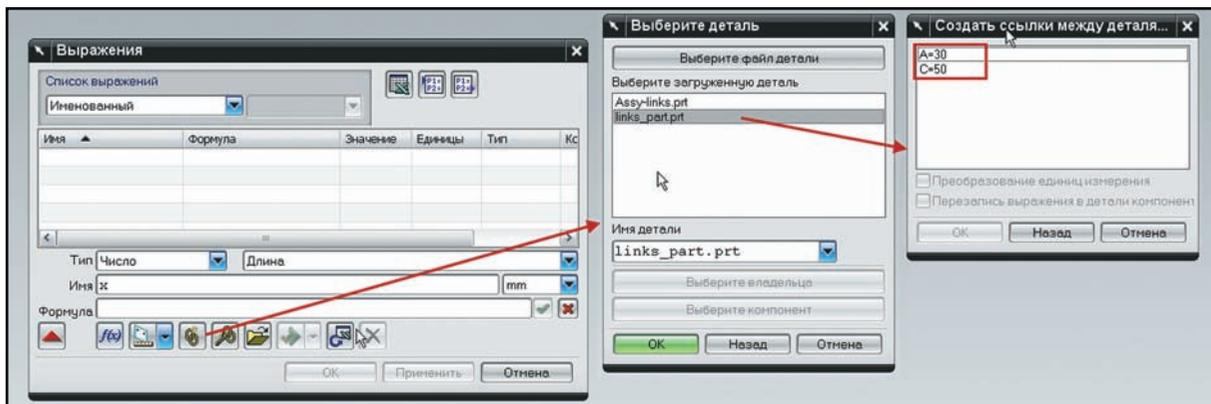

Рисунок 4.34. Создание связи с параметрами
- Нажмите **ОК** в диалоге создания связей и выберите в главном меню пункт **Инструменты > Выражение**. В диалоге введите имя новой переменной в поле **Имя** и нажмите кнопку создания ссылки между деталями, выберите деталь links_part для отображения списка доступных переменных. В списке будут отображены только те переменные, которые были добавлены в список, определяющий интерфейс модели, все остальные переменные модели будут недоступны (рис. 4.34). Выберите любую доступную переменную и нажмите **ОК**, затем выйдите из диалога создания выражений.